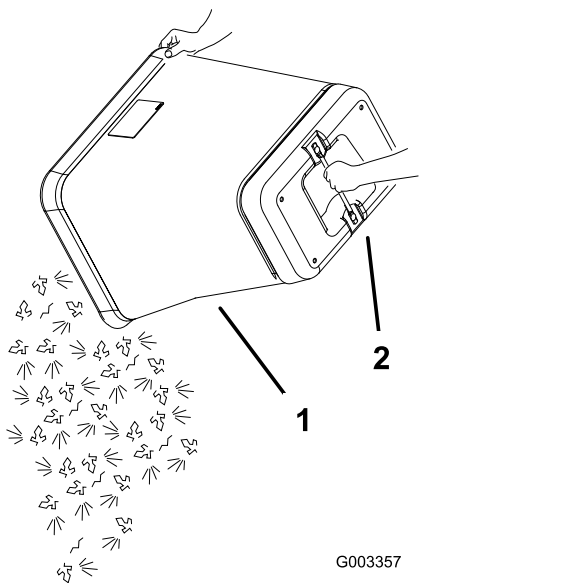

Figure 39
6. Saisissez la poignée située sous le bac et renversez ce dernier pour le vider (Figure 39).